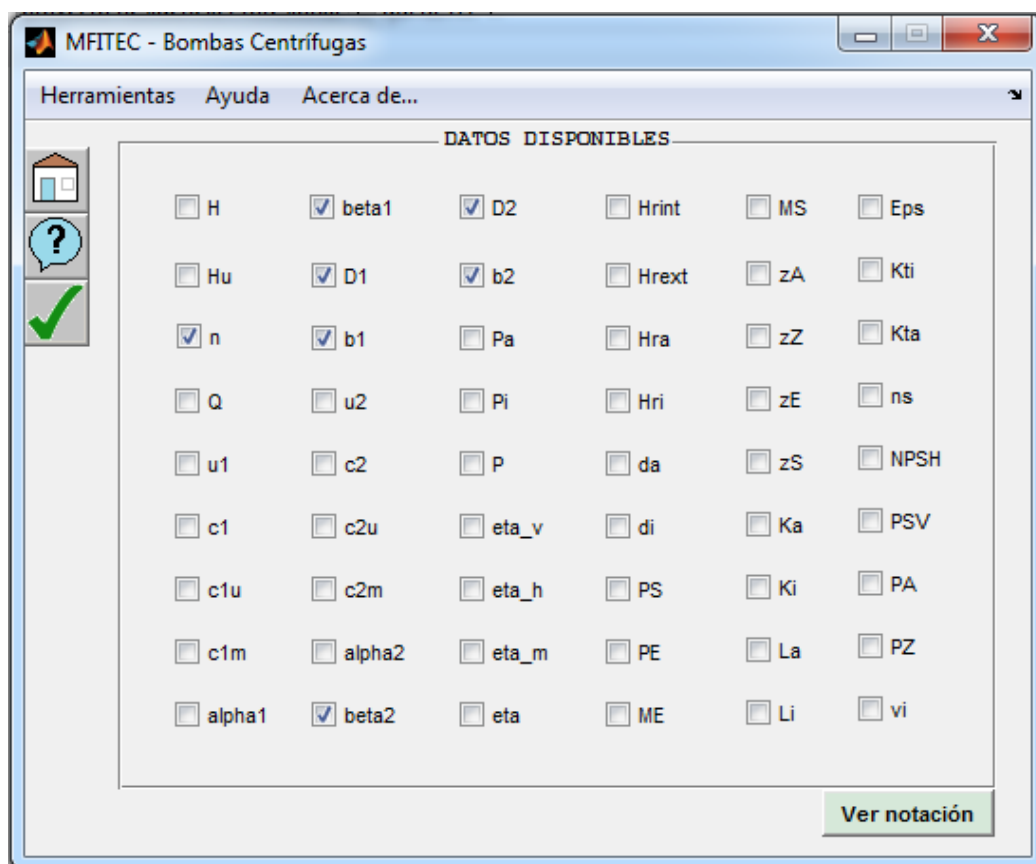

Figura 4.12 Selección de datos disponibles
2. En la interfaz de datos disponibles seleccionar los datos de entrada (n , D_1 , D_2 , b_1 , b_2 , β_1 , β_2). Una vez se han seleccionado los datos de entrada se debe pulsar el botón de listo para que la aplicación acceda a la interfaz de cálculos (Ver figura 4.12).